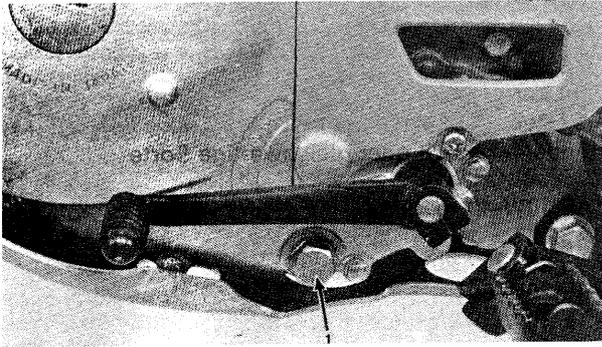

Bild 1 Ölablass-Schraube (1)
- Öleinfüllverschluss und Ablassschraube («1» in Bild 1) entfernen.